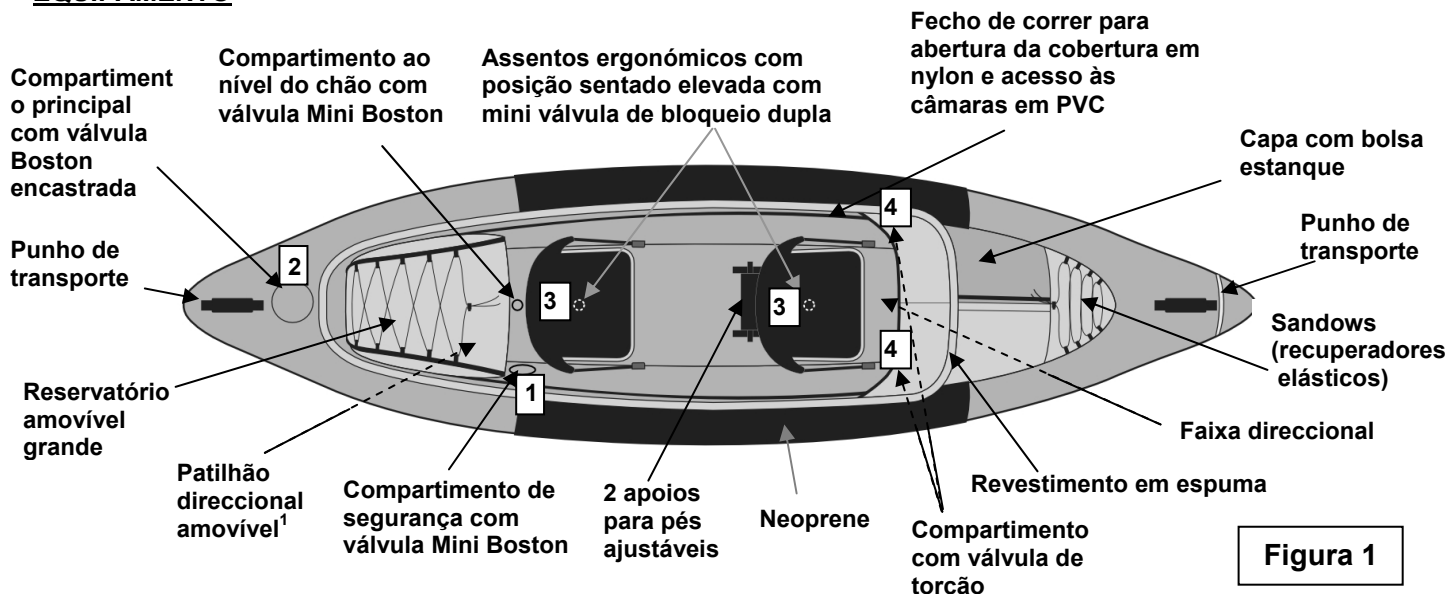

Figura 1
- a) Válvula(s) Boston (figura ao lado): desaparafuse a tampa da válvula (1), aparafuse o corpo da válvula (2) na base da válvula (3); mantenha esta a tampa acessível. Introduza a extremidade do tubo da bomba na válvula e enche até atingir o nível de pressão recomendado (ver ponto 3). Após o enchimento, fechar bem todas as válvulas com as suas tampas (nos sentidos dos ponteiros do relógio). **N.B.:** uma ligeira fuga de ar antes do fecho das válvulas com as suas tampas é normal. Apenas a tampa das válvulas assegura a **ESTANQUIDADE**.
- b) Válvula de bloqueio dupla™ e Mini válvula de bloqueio dupla™ – consultar desenho na página 2 / a: Abra a válvula (A). Para iniciar o enchimento, retire a tampa e puxe-a para fora (B). Ligue o bico do adaptador à válvula e ligue a bomba (C). Para fechar a válvula: empurre para dentro a bomba, fechando assim a válvula (D). Retire a bomba e feche a tampa exterior (E).
3. Encha de ar o produto segundo a ordem de enchimento indicada na placa de matrícula impressa no produto (ver igualmente a figura 1, a numeração das válvulas).